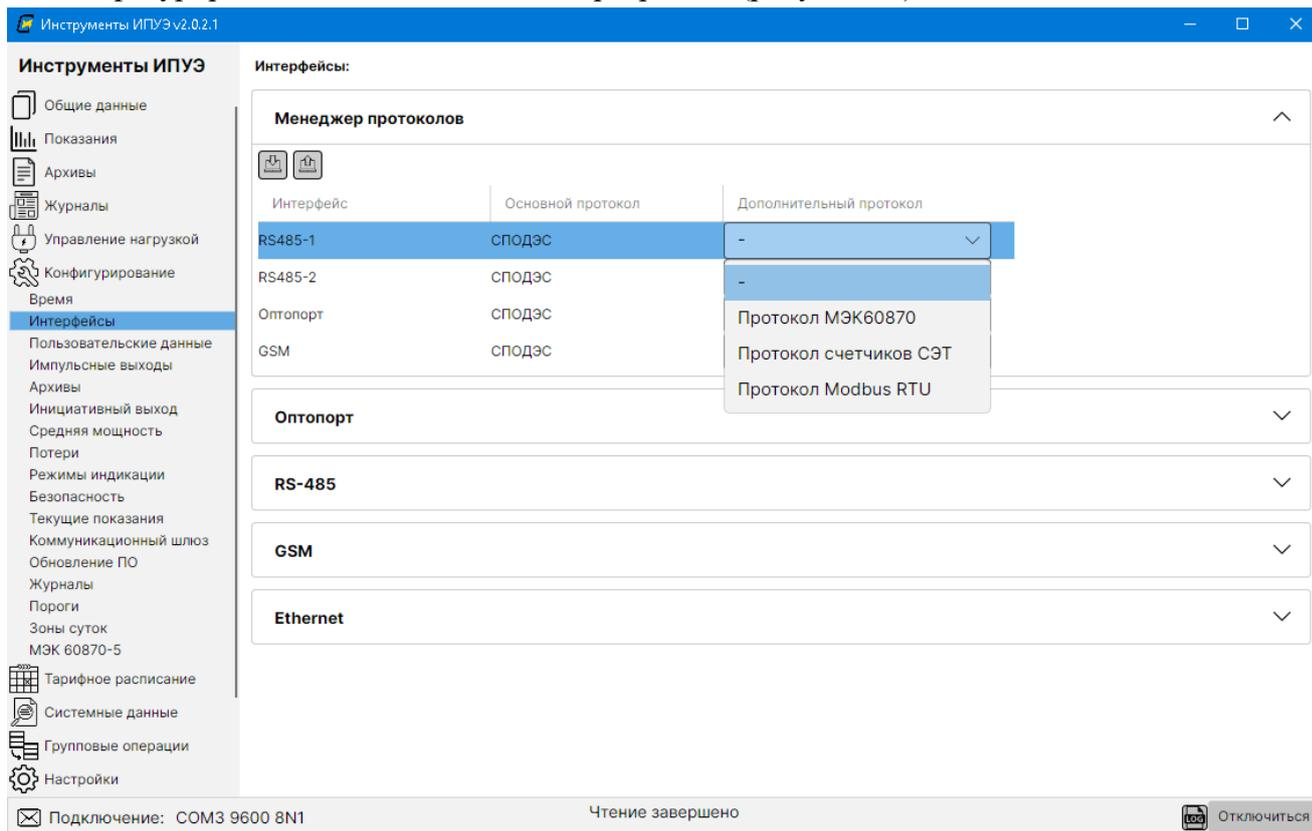

Рисунок 19 – Вид диалогового окна подраздела «Интерфейсы».
3.4 Конфигурирование интерфейсов осуществляется в подразделе «Интерфейсы» раздела «Конфигурирование» основного меню программы (рисунок 19).